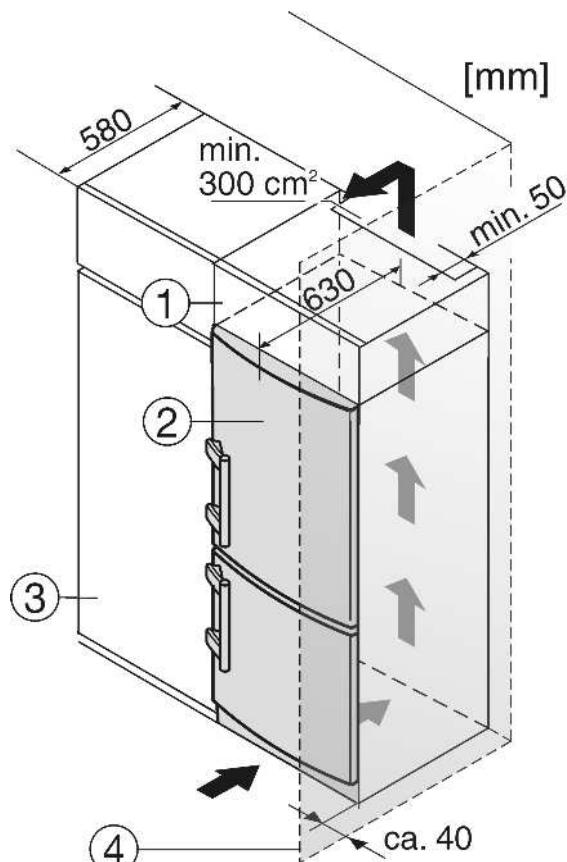

Fig. 13
(1) Дополнительный шкафчик
(2) Устройство
(3) Кухонный шкаф
(4) Стенка
Устройство может быть окружено предметами кухонной обстановки. Чтобы уравнять устройство Fig. 13 (2) по высоте с кухонной стенкой, можно установить над устройством соответствующий дополнительный шкафчик Fig. 13 (1).
При комбинировании с обычными кухонными шкафами (глубина макс. 580 мм) устройство можно установить непосредственно рядом с кухонным шкафом Fig. 13 (3). Дверь устройства выступает по сторонам на 34 мм и по центру устройства на 50 мм относительно передней стенки кухонного шкафа. Поэтому ее можно свободно открывать и закрывать.
Если устройство установлено на шарнирах у стены Fig. 13 (4), то расстояние между устройством и стеной должно быть не менее 40 мм. Настолько выступает ручка при открытой дверце.